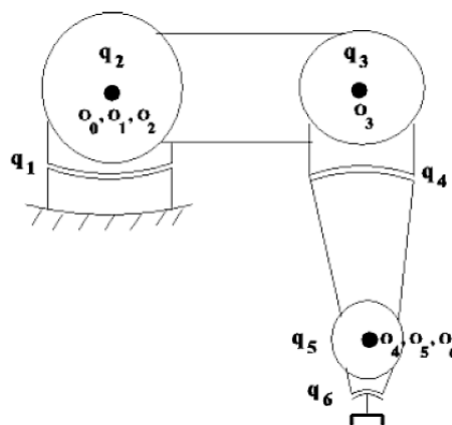

Figure 8 : Bras du robot plié avec la pince en bas.
- Le bras du robot est plié avec la pince en bas (voir la Figure 8).